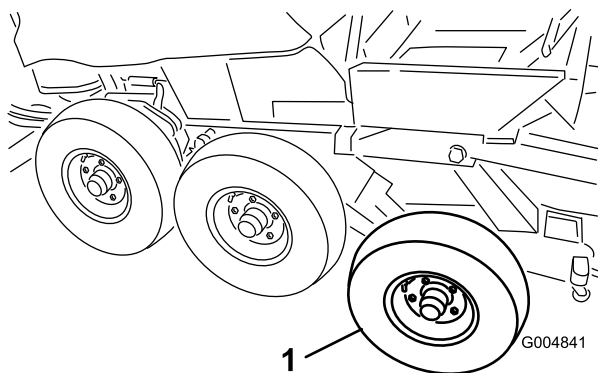

Figura 119
45. Retire os pneus da frente e do centro do conjunto de inverno (Figura 119).